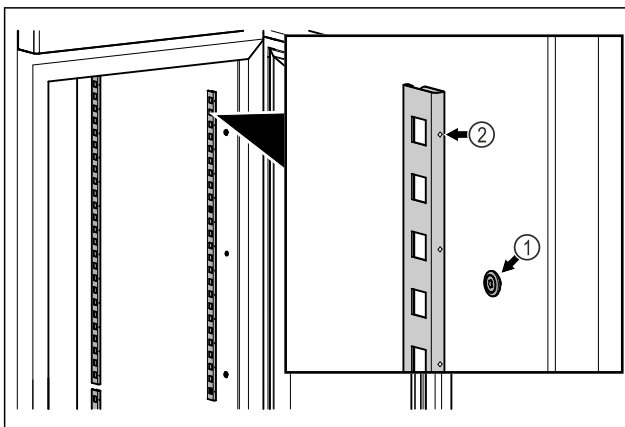

Fig. 15 Beispielhafte Darstellung
- ▶ Rastenleisten in Aufhängung Fig. 15 (1) einhängen. Markierung Fig. 15 (2) muss nach vorne zeigen.